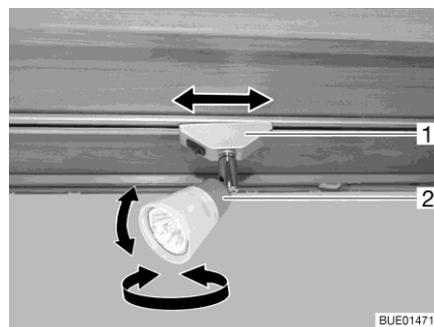

Fig. 43 Foco (Campeo)
- Girar el foco:** ■ Girar la carcasa (Fig. 43,2) del foco en la dirección deseada.
- Girar el soporte (Fig. 43,1) aprox. 45°.
- Girar el soporte (Fig. 43,1) 90°.